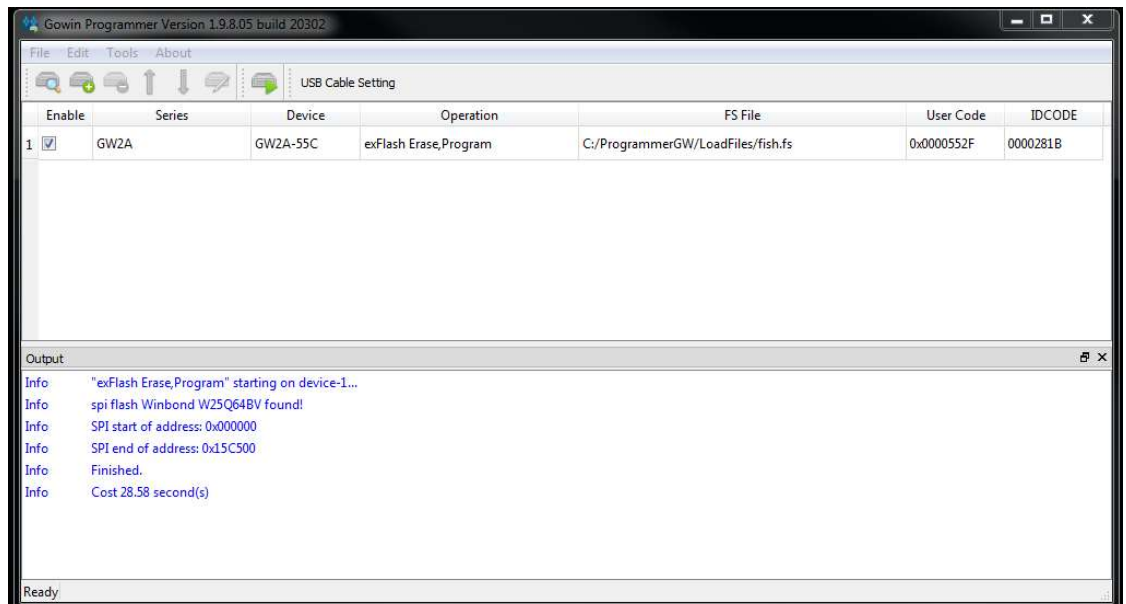

Рис. 5 Завершение процесса программирования
3.11. По окончании процесса программирования появится сообщение (Рис. 5).